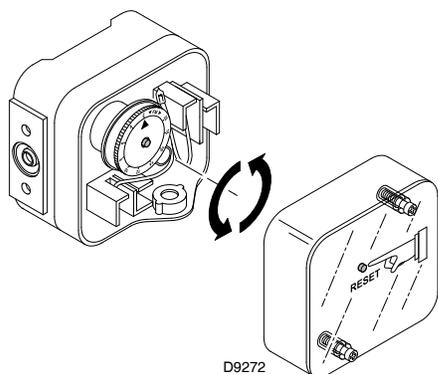

Fig. 39
- Regule el presostato gas de máxima (Fig. 39) al inicio de la escala.